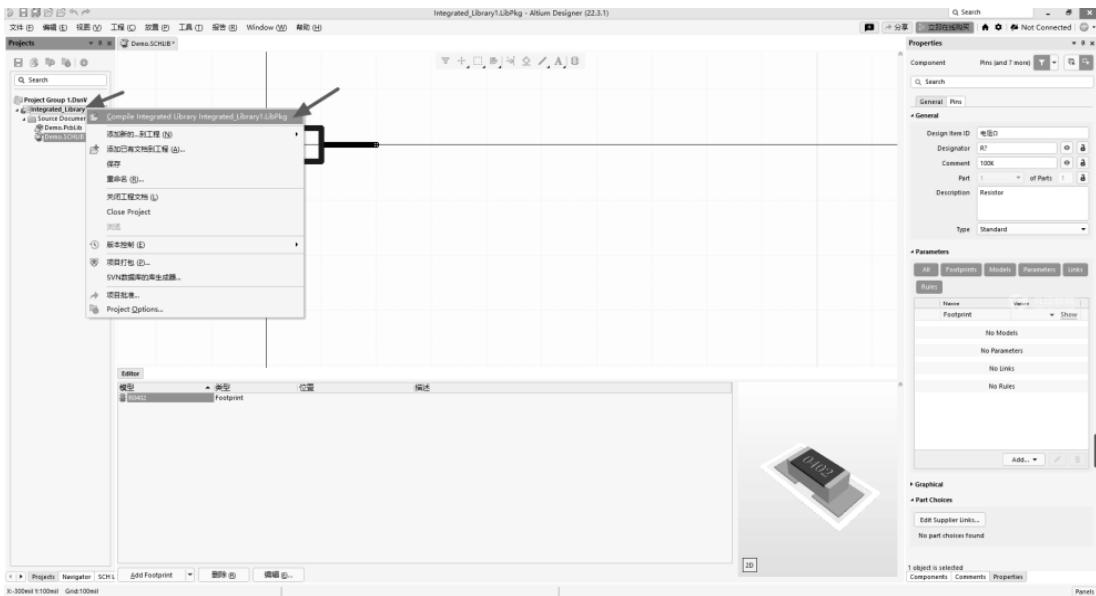

图 6-57 编译库工程文件
(5) 添加好之后，元件库中的元件和 PCB 库中的 PCB 封装其实还是没有关联的，需要对这个库工程文件进行编译才行。在库工程文件上单击鼠标右键，执行“Compile Integrated Library Integrated_Library1.LibPkg”命令，对其进行编译操作，如图 6-57 所示。